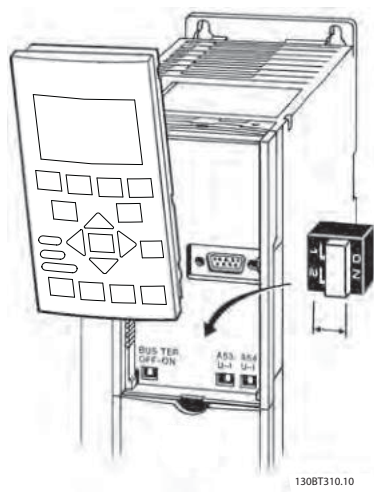

Abbildung 3.14 Lage der Schalter für die Klemmen 53 und 54
Abbildung 3.14 zeigt die abnehmbaren Stecker des Frequenzumrichters. Eine Zusammenfassung der Klemmen- funktionen und Werkseinstellungen finden Sie in Tabelle 3.2.
- Sie erreichen die Schalter, wenn Sie das Tastatur abnehmen (siehe *Abbildung 3.14*). Die Optionsmodule in Steckplatz B decken diese Schalter ggf. ab. Entfernen Sie diese zum Ändern der Schaltereinstellungen. (Trennen Sie vor Arbeiten am Frequenzumrichter immer die Energiezufuhr.)